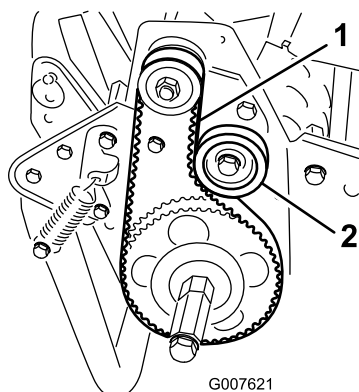

Figura 31
2. Compruebe la tensión presionando la correa en el punto intermedio entre las poleas (Figura 31) con una fuerza de 1,8 a 2,3 kg. La correa debe desviarse 6,4 mm.
- A. Afloje la tuerca de montaje de la polea tensora y pivote la polea tensora en el sentido de las agujas del reloj contra la parte trasera de la correa, hasta obtener la tensión deseada (Figura 31).